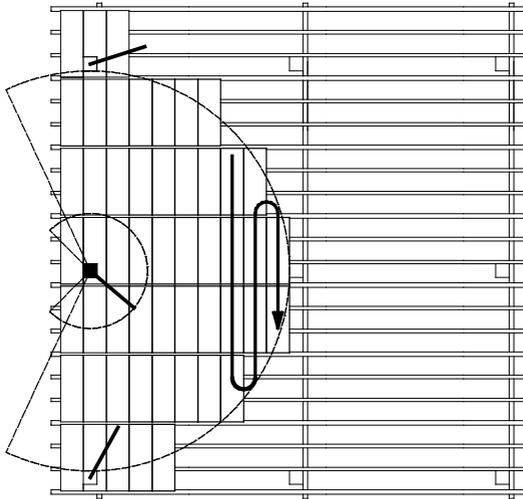

Abbildung 32. Abdeckprozess.
1. Planen Sie den Bereich stets im Voraus und stellen Sie sicher, dass für den ersten SkyReach der geeignetste Platz gewählt wird. Es ist äußerst wichtig, dass der geschützte Bereich fortlaufend abgedeckt wird, angefangen beim SkyReach Anker in der Prioritätenfolge wie in Abbildung 32 gezeigt.